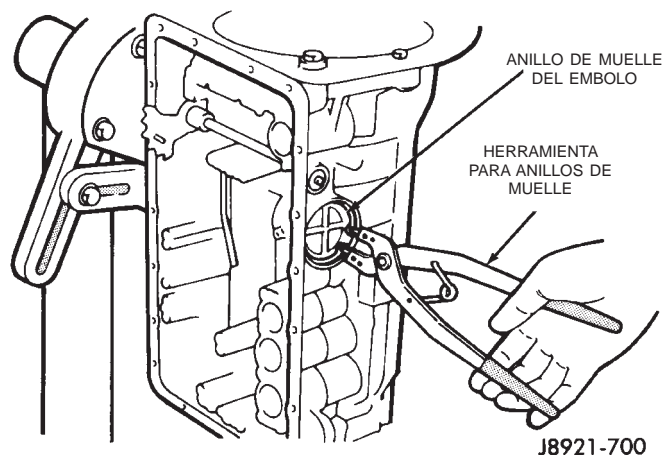

Fig. 154 Instalación del anillo de muelle del émbolo del freno de rodadura libre en segunda
(51) Instale las juntas de recambio en la cubierta del émbolo del freno de rodadura libre en segunda e instale la cubierta en la caja.
(52) Instale el anillo de muelle del émbolo del freno de rodadura libre en segunda con un alicate para anillos de muelle (Fig. 154).
(53) Verifique el recorrido del émbolo del freno de rodadura libre en segunda de la siguiente manera: